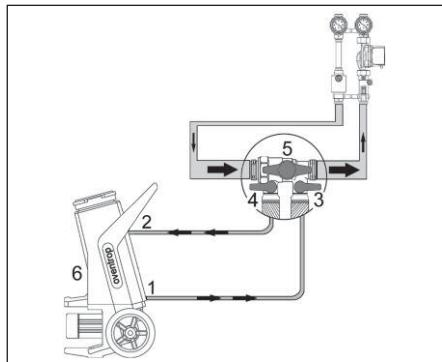

Fig. 6.9 Riempimento attraverso il dispositivo di carico e risciacquo
- Collegare la valvola di carico e risciacquo da un lato alla stazione solare e dall'altro sul dispositivo di riempimento (Fig. 6.9). Fare attenzione alla direzione di flusso del circolatore!